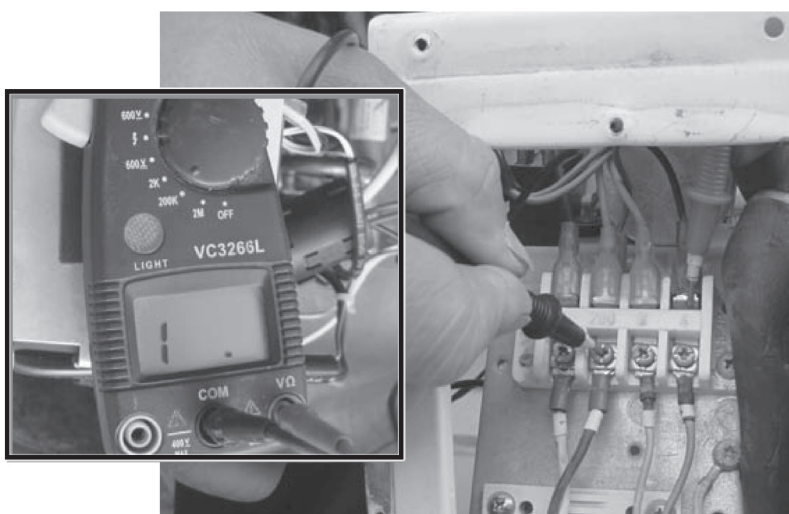

图 6-7 测量 N 端与 FAN 端阻值
5) 断电，用万用表电阻档测量 N 端与 FAN 端阻值为无穷大，如图 6-7 所示，说明电动机线圈开路，考虑到此机风机扇叶被卡死，线圈开路应为内部温度熔丝管断开。